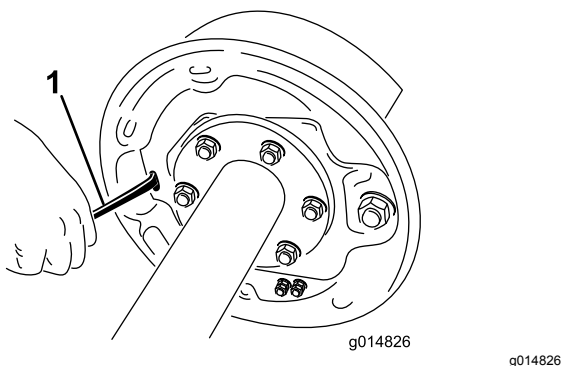

Figure 63
4. Avec un tournevis, tournez la roue dentée de l'ensemble de réglage pour écarter les segments de freins (Figure 63).